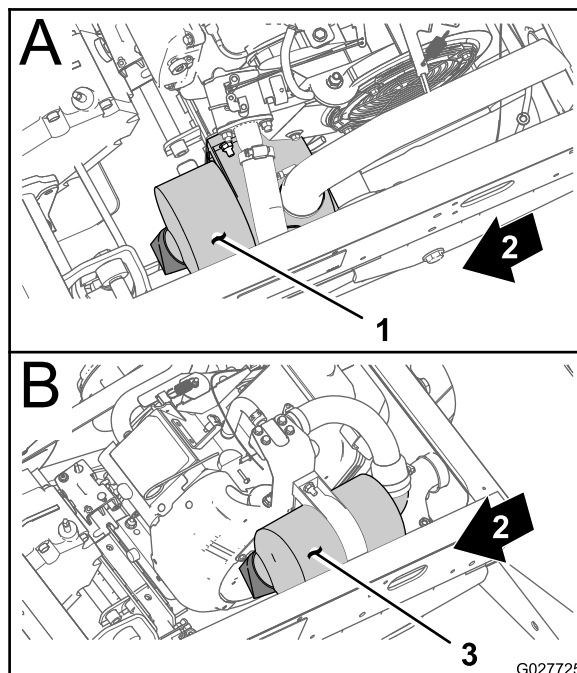
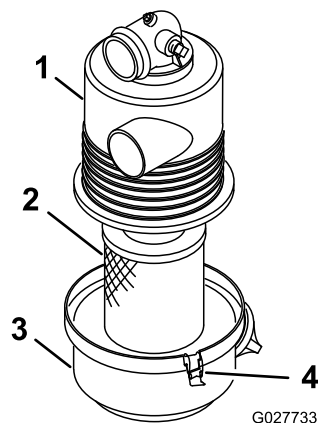

Рисунок 37
Рисунок 38
2. Проверьте корпус воздухоочистителя на отсутствие повреждений, которые могли бы вызвать утечку воздуха. Убедитесь, что крышка герметично установлена на корпусе воздухоочистителя (Рисунок 37 и Рисунок 38).
3. Отпустите защелки, фиксирующие крышку воздушного фильтра на его корпусе (Рисунок 38).
4. Отделите крышку от корпуса и очистите внутреннюю поверхность крышки воздушного фильтра (Рисунок 38).
3. Вставьте элемент в корпус воздушного фильтра (Рисунок 38).
4. Совместите крышку воздухоочистителя с его корпусом (Рисунок 38).
5. Закрепите крышку на корпусе защелками (Рисунок 38).